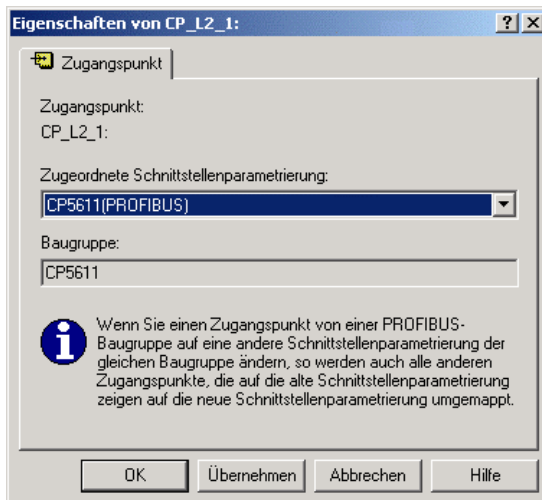

Bild 2-33 Schnittstellenparametrierung auf CP561x(PROFIBUS) einstellen
3. Wählen Sie bei der Option *Zugeordnete Schnittstellenparametrierung* die Einstellung *CP 5611(PROFIBUS)* (siehe Bild 2-33).